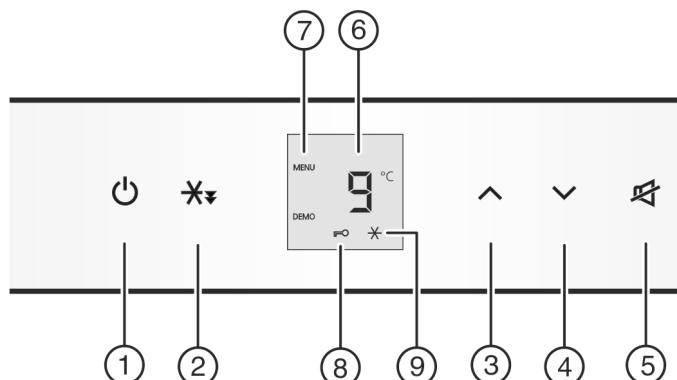

Fig. 2
- ▶ Taste On/Off Fig. 2 (1) drücken.
- ▶ Einstellmodus aktivieren: Taste Schnellkühlen Fig. 2 (2) ca. 5 s drücken.
- ▶ Zum Einschalten der Kindersicherung Taste Schnellkühlen Fig. 2 (2) kurz drücken.
- ▷ Das Symbol Kindersicherung Fig. 2 (8) leuchtet. In der Anzeige blinkt **c**.
- ▶ Zum Ausschalten der Kindersicherung Taste Schnellkühlen Fig. 2 (2) kurz drücken.
- ▷ Das Symbol Kindersicherung Fig. 2 (8) erlischt. In der Anzeige blinkt **c**.
- ▶ Einstellmodus deaktivieren: Taste On/Off Fig. 2 (1) drücken.
- ▶ Temperatur wärmer einstellen: Einstelltaste Up Fig. 2 (3) drücken.
- ▶ Temperatur kälter einstellen: Einstelltaste Down Fig. 2 (4) drücken.
- Taste Schnellkühlen Fig. 2 (2) kurz drücken.
- ▷ Das Symbol Schnellkühlen Fig. 2 (9) leuchtet in der Anzeige.
- ▷ Das Symbol Schnellkühlen Fig. 2 (9) erlischt in der Anzeige.